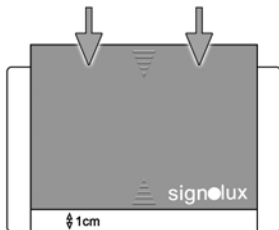

Abb. 5
- Setzen Sie die Plastikfront wieder ein: Legen Sie die Front mit etwa 1 cm Abstand zur Unterkante des Gehäuses auf. (Abb.5)